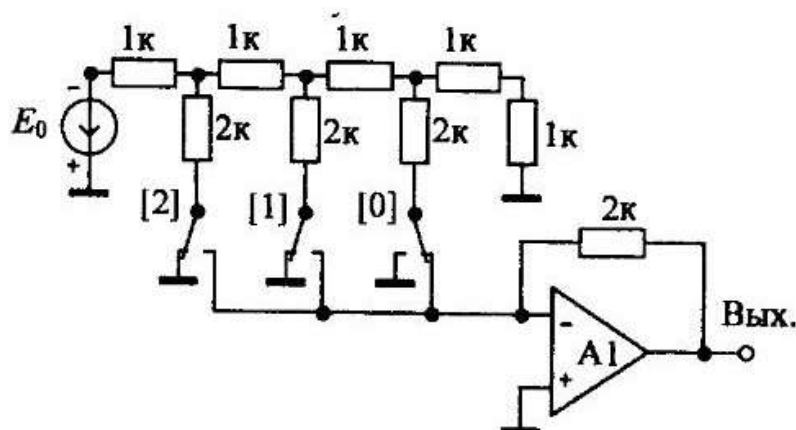

Рис. 1
Например, схема трехразрядного ЦАП показана на рис. 1. Три входных двоичных сигнала управляют переключателями 0, 1, 2. Положение переключателей, показанное на схеме, соответствует подаче на усилитель напряжения, соответствующего шагу квантования Δ . Сопротивление резистора (2 кОм) в цепи обратной связи операцион-
6*. Заменяя каждый переключатель в схеме рис. 1 двумя переключателями, управляемыми напряжениями, составить новую схему ЦАП с управлением сигналами, поступающими от генератора логических уровней. Получить на выходе ЦАП пилообразное (треугольное) напряжение.
1. Собрать схему простейшего параллельного двухразрядного аналого-цифрового преобразователя (АЦП), показанную на рис. 1. Такие АЦП часто используются при обнаружении импульсных сигналов, так как для обнаружения такого сигнала большое число разрядов не требуется. В АЦП используются 3 компаратора (UCOMP) с включенными на их выходах повторителями логических сигналов, комбинационная схема — шифратор (CD), источник опорного напряжения E_0 , и три прецизионных резистора с сопротивлениями 1 кОм. Шифратор CD выполнен в виде подсхемы.